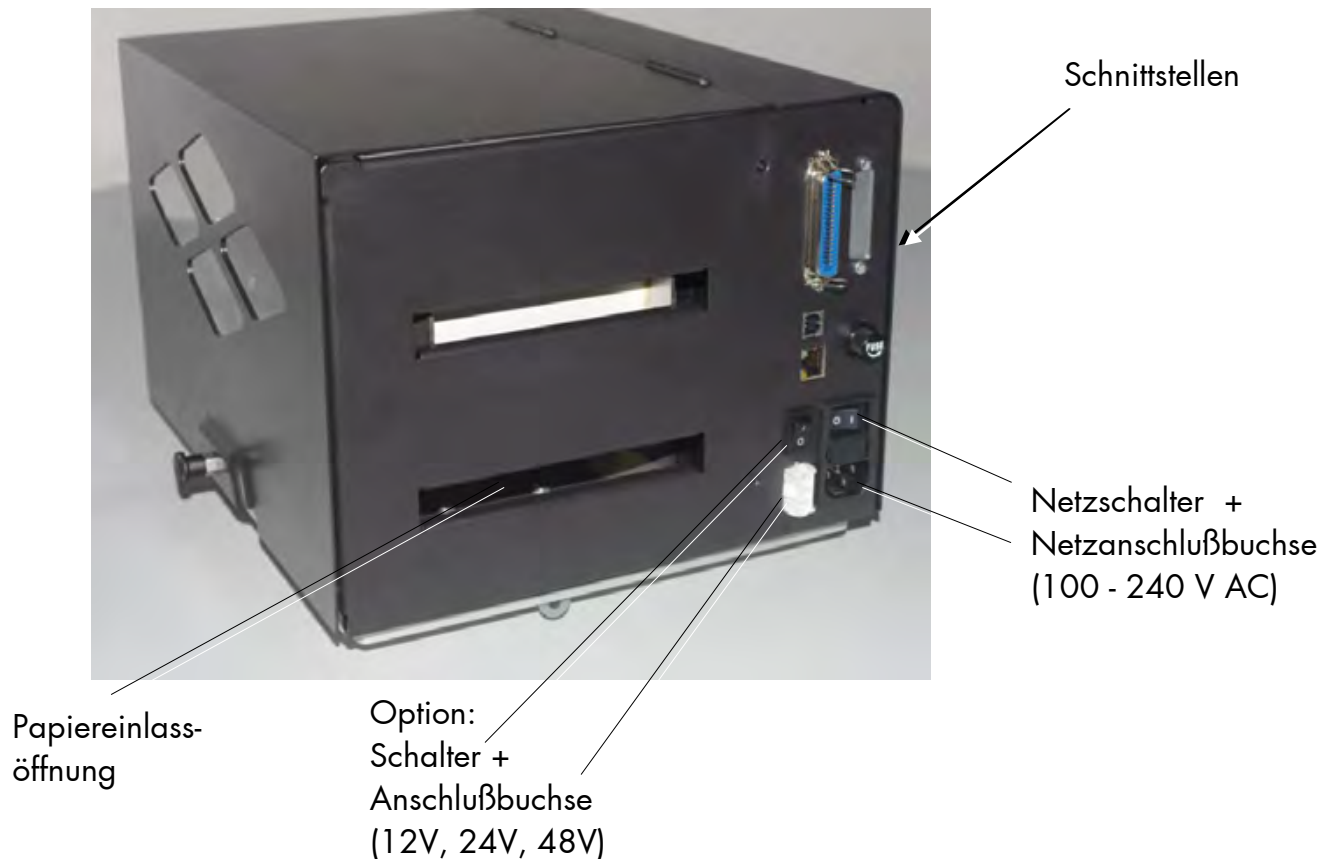

Abb. 5.1.a Rückansicht des Druckers
1. Stellen Sie sicher, dass der Drucker ausgeschaltet ist. Die Netzschalter befinden sich auch auf der Rückseite des Druckers (neben der Papiereinlassöffnung des Druckers, siehe Abb. 5.1 a).
- 2b. Schalten Sie den Drucker ein. Der Netzschalter befindet sich auch auf der Rückseite des Druckers (unten am rechten Rand des Druckers, siehe Abb. 5.1 a).